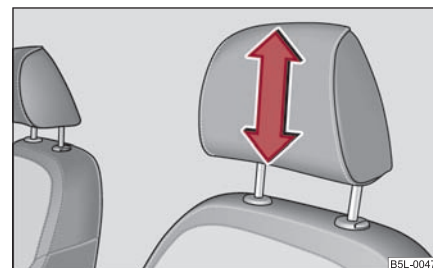

Fig. 79 Ajustar el reposacabezas
- Debe asir el reposacabezas por los lados con las dos manos y tirar a discreción de él hacia arriba o abajo ⇒ fig. 79. ►